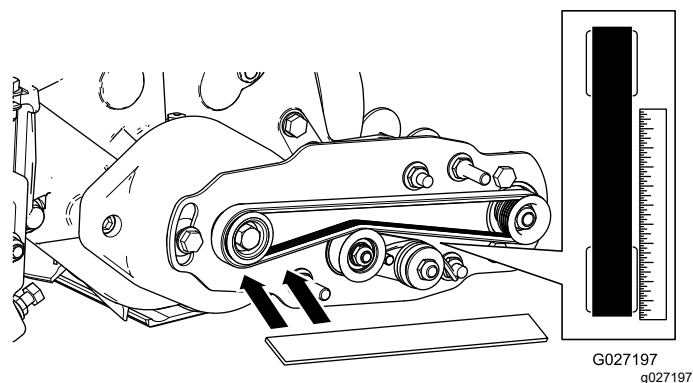

図 16
- **駆動**プーリの外側面に直定規を当てる 図 16。駆動プーリと受動プーリの両方に直定規を当て **ない** こと。